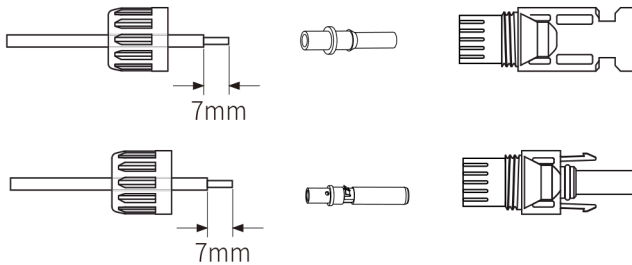

Figura 6.3 Desmontagem da bucha do conector
a) Desencape o isolamento do fio fotovoltaico em 7 mm, desmonte a porca de capa do conector MC4, passe um fio fotovoltaico pela porca de capa do conector (veja a Figura 6.3). Repita essa operação com todos os fios fotovoltaicos, prestando atenção especial à polaridade do conector.